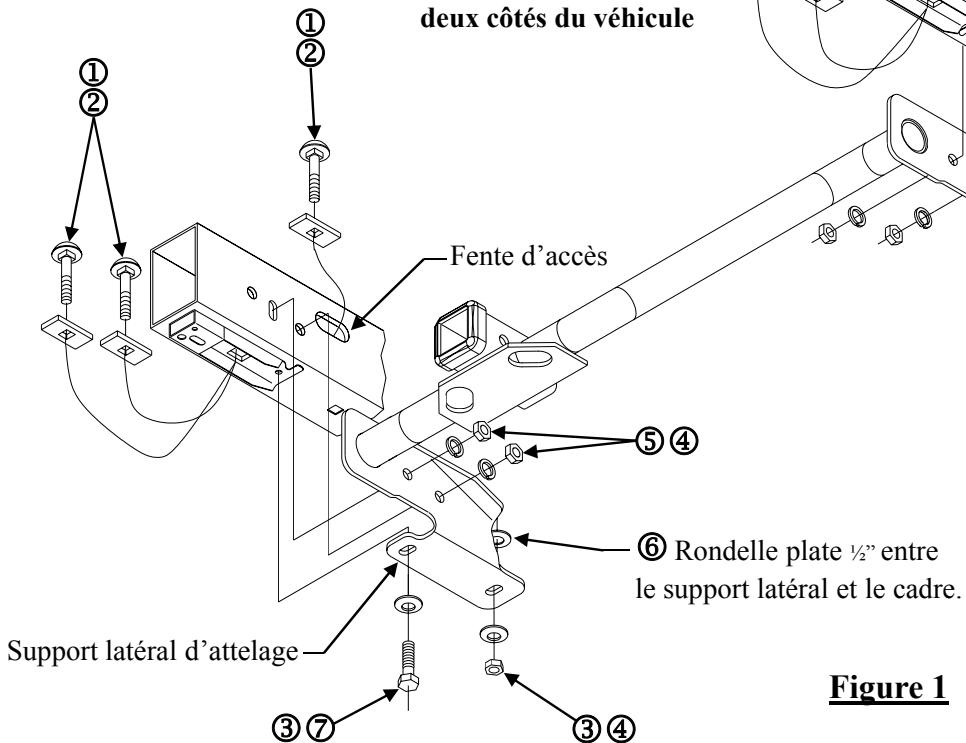

Figure 1
4. À l'aide d'un fil de tirage, faire passer un boulon de carrosserie 1/2 po et son bloc à travers la fente d'accès du cadre du véhicule, puis par en bas à travers l'orifice carré du cadre, et ce de chaque côté, comme illustré sur la figure 1.
Remarque : La rondelle plate DOIT être placée entre le support latéral d'attelage et le cadre à ce point de fixation, d'une façon similaire des deux côtés (voir la figure 1). Installer sans trop serrer les rondelles coniques et les écrous pour maintenir l'attelage en place.
7. À l'aide d'un fil de tirage, faire passer des boulons de carrosserie 1/2 et leurs blocs à travers le trou d'accès du cadre du véhicule, puis dans les trous sur le côté du longeron (deux par côté), comme illustré à la figure 1.